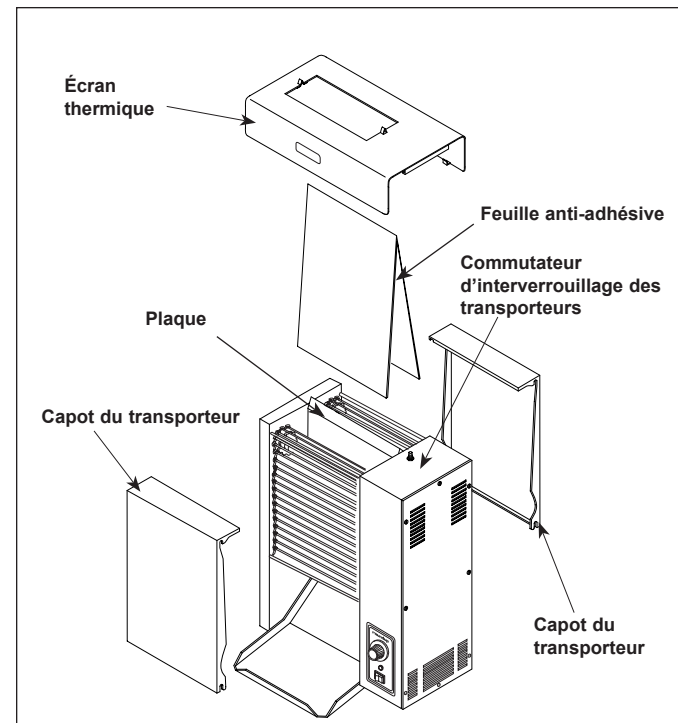

Figure 4. Installation de la feuille anti-adhésive
- Sachet en plastique contenant la feuille anti-adhésive (Figure 4)
6. Installez la feuille anti-adhésive en enveloppant les deux côtés de la surface du cylindre. Le pli doit être centré juste au-dessus du cylindre (Figure 4).
7. Réinstallez les capots des transporteurs avant et arrière (Figure 4).
8. Installez l'écran thermique de sorte que ses clips s'enclenchent sur le dessus du cylindre et maintiennent en place la feuille anti-adhésive (Figure 4).
**IMPORTANT :** Assurez-vous que l'écran thermique active l'interrupteur d'interverrouillage des transporteurs (Figure 4). Les transporteurs ne tournent pas sans l'écran thermique et l'activation de leur commutateur d'interverrouillage (position enfoncée).
Un interrupteur d'interverrouillage de sécurité des transporteurs se situe sur le dessus de l'appareil, sous l'écran thermique (Figure 4). Les transporteurs ne tournent pas sans l'écran thermique en place et l'activation de leur interrupteur d'interverrouillage de sécurité.
5. Réinstallez les capots des transporteurs avant et arrière (Figure 4). Passez un torchon propre humecté de désinfectant sur l'extérieur des chaînes du tapis du transporteur.
6. Installez les capots des transporteurs avant et arrière (Figure 4) et mettez l'appareil en marche. Comptez jusqu'à 10, puis éteignez le grille-pain. Retirez une fois encore les capots des transporteurs avant et arrière et passez le torchon sur la nouvelle section exposée des chaînes du tapis du transporteur. Remettez les capots avant et arrière du transporteurs en place.
2. Retirez l'écran thermique, les capots des transporteurs avant et arrière et la feuille anti-adhésive (Figure 4).